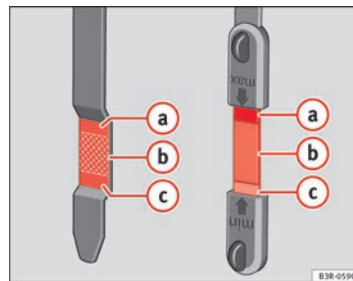

Fig. 177 Settori contrassegnati sull'astina di controllo olio
- In seguito, estrarla di nuovo e controllare il livello dell'olio ⇒ fig. 177. Se necessario, aggiungere olio ⇒ pag. 242.